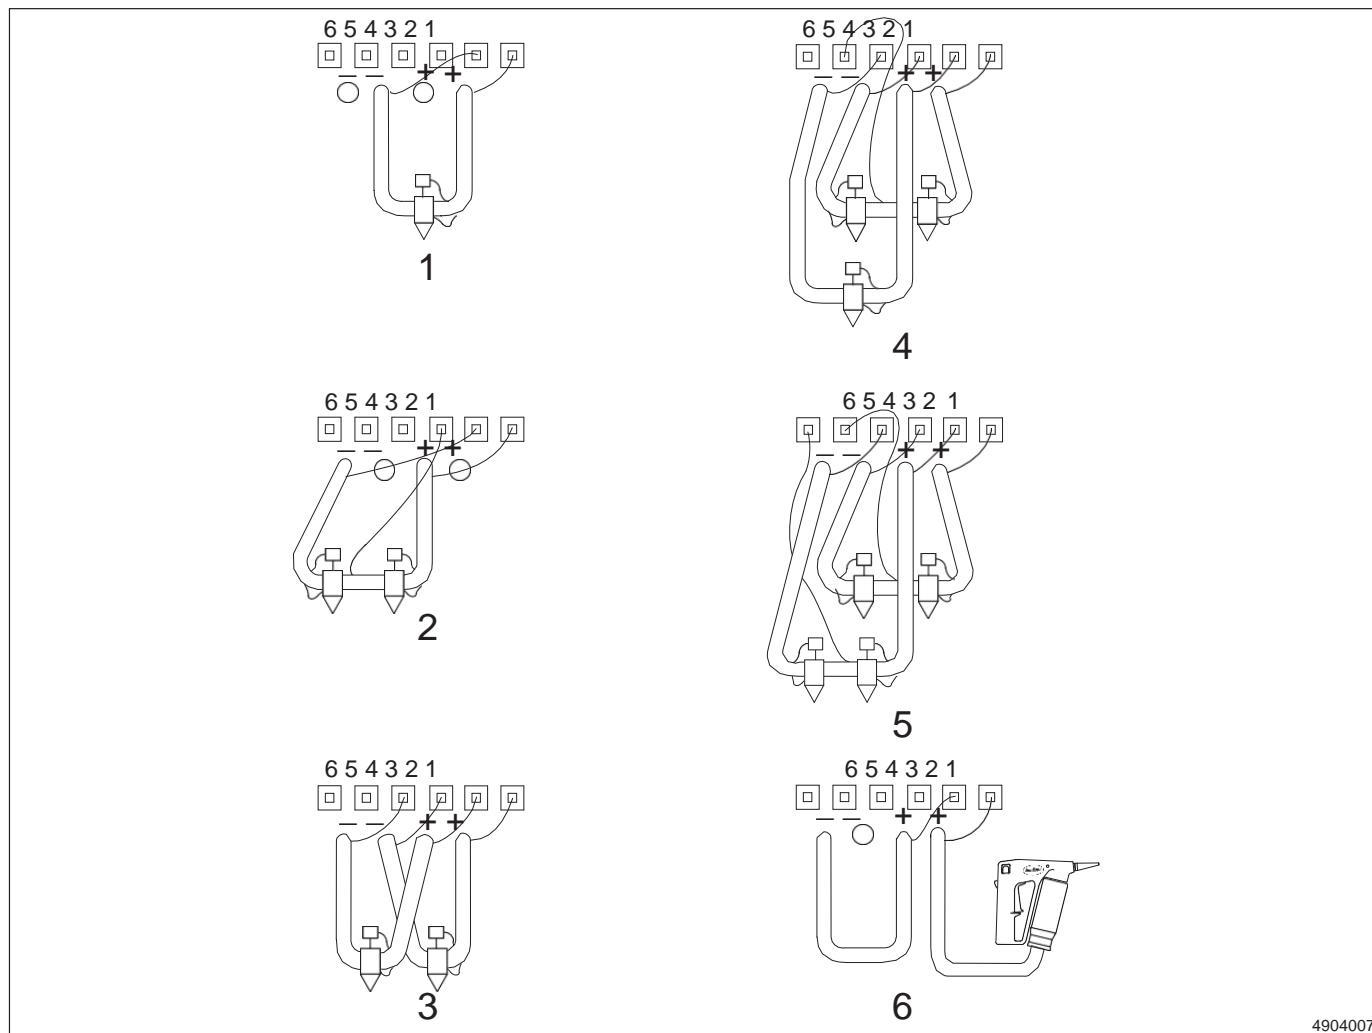

Fig. A 3-2 Configurações de Mangueira e Pistola
- Ver a Figura A 3-2 para determinar a configuração adequada de mangueira e pistola para o processador. O sinal A (+) indica uma porta de fornecimento hidráulico; um (-) indica uma porta de retorno hidráulico. Quadrados (□) indicam Conexões Elétricas.